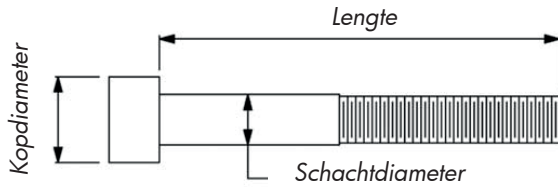

Figuur 8
7. Laat de trekker van de boormachine los wanneer het punt van de blindklinkmoer het uiteinde van de boorhouder bereikt (figuur 8).
**OPMERKING** : als u de meegeleverde boorhouder of de aanbevolen boorhouderlengte niet gebruikt, of als de blinklinkmoer korter of langer is dan gewone blindklinkmoeren, laat dan een vrije ruimte van 4 tot 8 mm tussen het punt van de blindklinkmoer en het aambeeld (figuur 8), zodat het aandrijfmechanisme voldoende vastklikt voordat het de blindklinkmoer samendrukt. Een onvoldoende vrije ruimte kan tot een defect van het aandrijfmechanisme leiden.